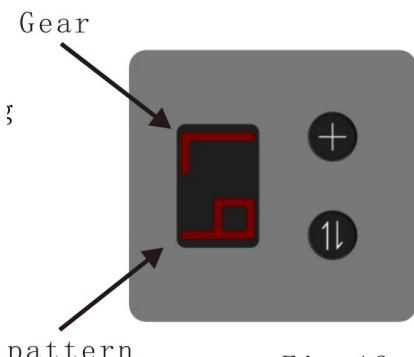

Fig. 12
-Sprawdź wygląd powierzchni topienia ciernego (patrz Rysunek 12), która powinna być jednolita i płaska. Jeżeli powierzchnia nie jest w dobrym stanie, sprawdź ustawienie czasu topienia tarciowego (patrz 6.3.Rozdział 3).